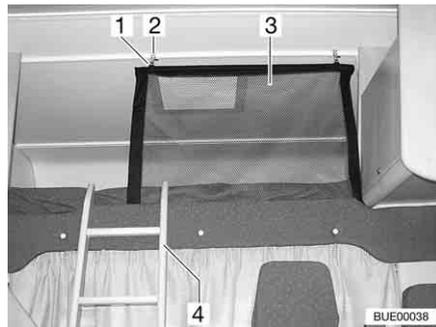
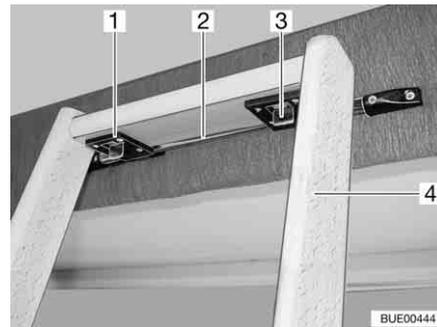

Bild 109 Alkovenbett
Bild 110 Aufstiegsleiter, Verriegelung
Aufstiegsleiter Zum Besteigen des Alkovenbetts die serienmäßig beigelegte Aufstiegsleiter (Bild 109,4 und Bild 110,4) benutzen.
- Die Leiter mit den beiden Haken (Bild 110,1) in die Stange (Bild 110,2) an der Alkovenblende einhängen.
- Die beiden Verriegelungen (Bild 110,3) nach vorne schieben.
Sicherungsnetz Das Sicherungsnetz (Bild 109,3) ist serienmäßig zwischen Matratze und Lattenrost verstaut. Das Sicherungsnetz erst aufspannen, wenn sich die Personen bereits im Alkoven befinden.
- Die Halterung (Bild 109,1) in die Ösen an der Decke (Bild 109,2) einhängen.